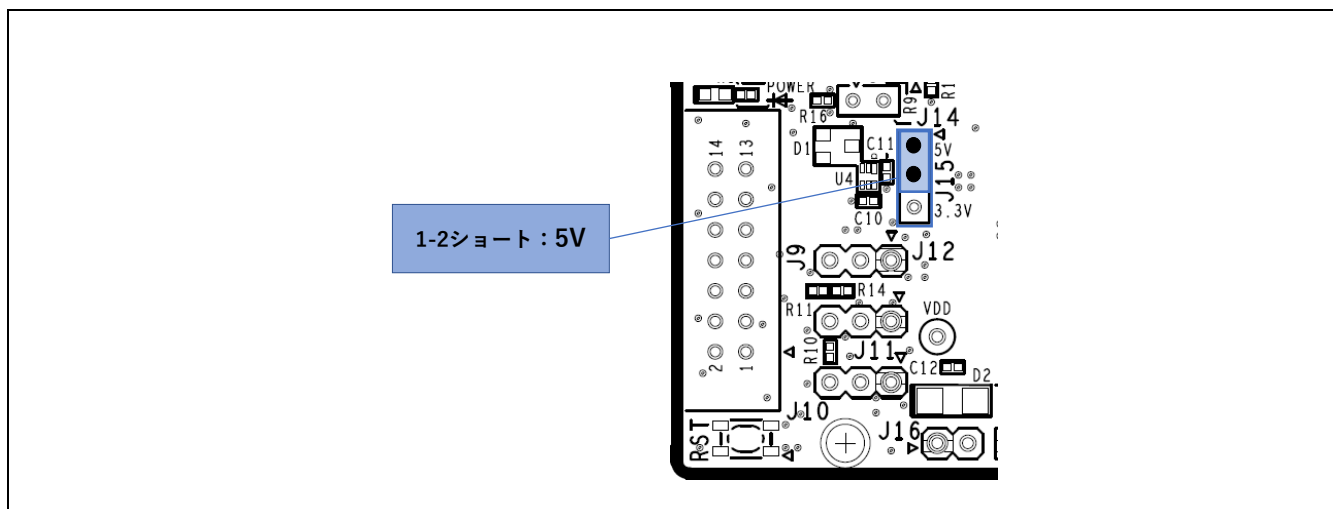

図 5-5: 5V 使用時のヘッド設定(部品面)
- J15 1-2 ショート : 5V 電源を選択。出荷時初期設定。(図 5-5)